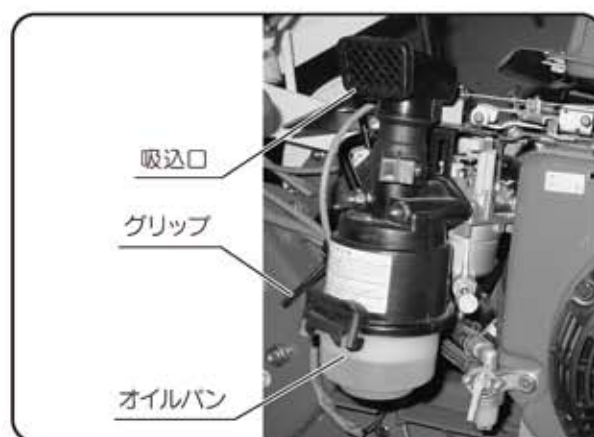

図39
- ① グリップを外し、オイルパンおよびエレメントを取外してください。(図39)
- ④ エアクリーナーの吸込み口をホコリの少ない方向(ハンドル側)に向けてください。(図39)